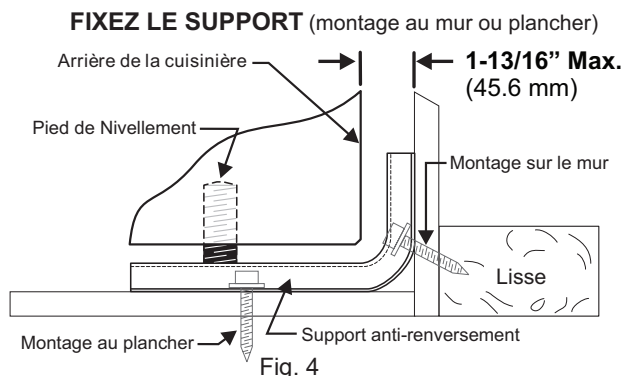
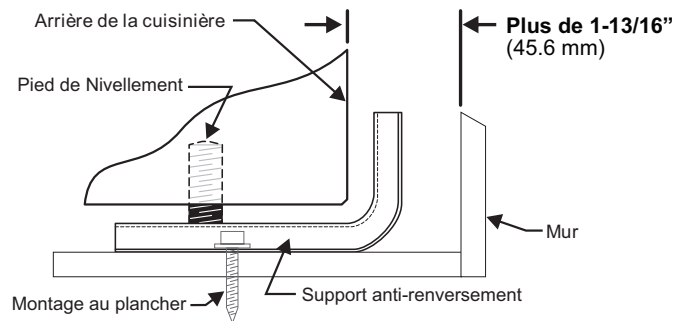

Fig. 4
Fig. 5
- Installation du support à l'aide du gabarit** (le support peut être installé sur le côté gauche ou sur le côté droit de la cuisinière. Reportez-vous aux Figures 4, 5 et 7 pour l'installation du support si aucun gabarit n'est fourni).
Pour effectuer le montage sur le mur (Fig. 4), installez le support en plaçant le bord arrière du gabarit contre le mur qui se trouve à l'arrière de la cuisinière et le bord latéral du gabarit sur la marque servant de repère pour l'emplacement du côté de la cuisinière. Placez le support sur le dessus du gabarit et faites des marques sur le mur pour indiquer à quel endroit seront insérées les vis. Si l'arrière de la cuisinière se trouve à plus de 4,5 cm (1-13/16 po) du mur lorsqu'elle est installée, fixez le support au plancher (voir Fig. 5).